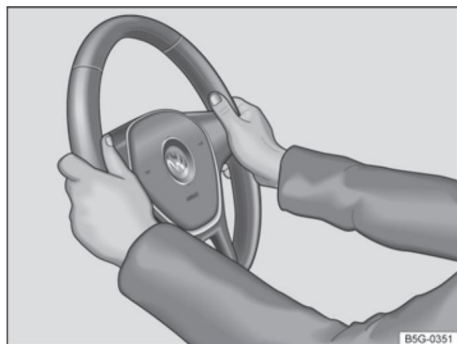

Figure. 64 Au volant : position 9h et 3h.
- Réglez la position du volant de manière à pouvoir le tenir latéralement par le bord extérieur aux positions 9 heures et 3 heures → fig. 64 avec les deux mains et bras légèrement fléchis.
- Pendant la conduite, maintenez toujours le volant avec les deux mains latéralement sur le bord extérieur aux positions 9 heures et 3 heures → fig. 64, pour réduire les blessures causées par un déploiement de l'airbag frontal du conducteur.